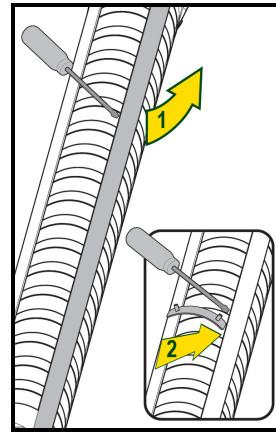

Fig.1a
1. Insérez la base sous les deux tirants à l'aide d'un tournevis (Fig1a-1b).